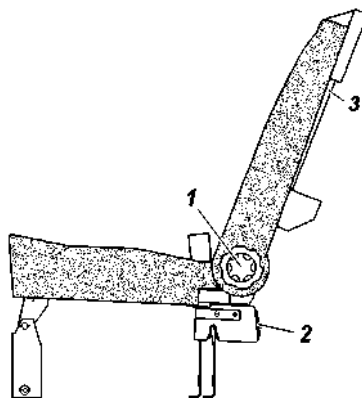

Рис. 3.11. Заднее трехместное сиденье:
Заднее трехместное сиденье (рис. 3.11) может быть разложено для организации спального места или сложено для увеличения объема грузового помещения.
- вращением ручек 1 (рис. 3.11) наклоните спинки заднего трехместного сиденья назад до упора;
- вращением ручек 1 (рис. 3.11) наклоните спинки заднего сиденья вперед до упора;
- расфиксируйте замки заднего сиденья ручками замка 2 (рис. 3.11);
- закрепите верхний страховочный трос за кронштейн крепления верхнего ремня ISOFIX (рис. 3.11);